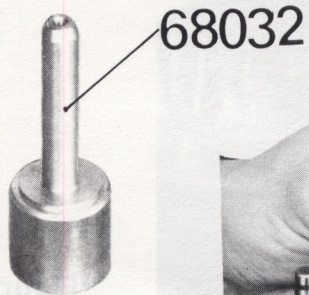

Figure 60
- Utiliser la chasse n° 68034 munie de la rondelle n° 68035. Comme aux paragraphes précédents, le carter étant préalablement chauffé, descendre la cage à fond (figure 60).